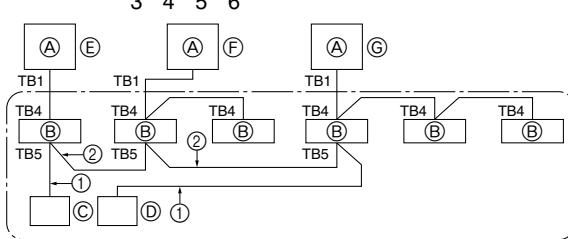

Fig. 10-1
① Elektrische voeding (stroomonderbreker).
② Zet na het sluiten van de gasafsluitkraan de SWP-schakelaar op het bedieningspaneel van het buitenapparaat op ON. De compressor (buitenapparaat) en ventilators (binnen- en buitenapparaat) slaat aan en het terugwinnen van de koelstof begint. LED1 en LED2 op het bedieningspaneel van het buitenapparaat branden.
- ③ Zorg ervoor dat de gasafsluitkraan snel wordt gesloten, aangezien het apparaat binnen twee tot drie minuten na het terugwinnen van de koelstof (LED1 en LED2 branden) automatisch stopt. Open als LED1 en LED2 branden en het buitenapparaat stopt de vloeistofafsluitkraan volledig, wacht drie minuten en herhaal vervolgens stap ②.
- ④ Schakel de elektrische voeding uit (stroomonderbreker).
10. Het systeem controleren (Fig. 10-1)